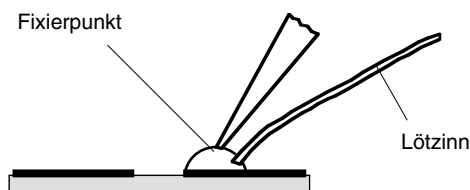

Fig. 3
3. Schritt: Lötspunkt von Lötückständen säubern. Lötperle anbringen (Fig. 3).